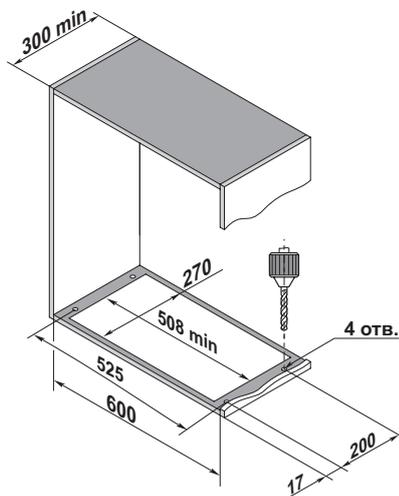

Рис. 2
2. Просверлить отверстия в шкафу согласно эскиза. (Рис. 2)